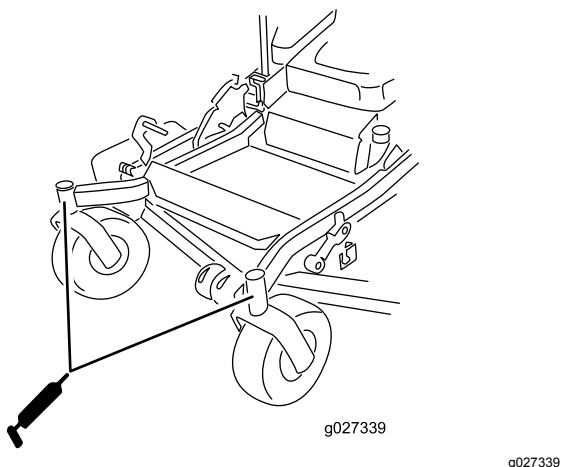

Figure 52
11. Remettez le bouchon hexagonal et le capuchon antipoussière en place (**Figure 52**).
12. Graissez les roulements des roues pivotantes (Figure 52).